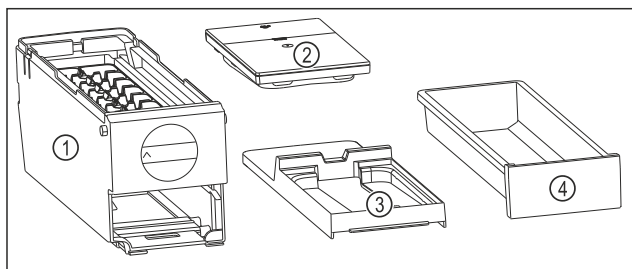

Fig. 146 Composants de l'EasyTwist-Ice
- L'EasyTwist-Ice est démonté en quatre parties. (voir Fig. 146)
- Ne démonter l'EasyTwist-Ice que de la manière illustrée. (voir Fig. 146)
- Nettoyer le corps de l'EasyTwist-Ice Fig. 146 (1) dans son ensemble.